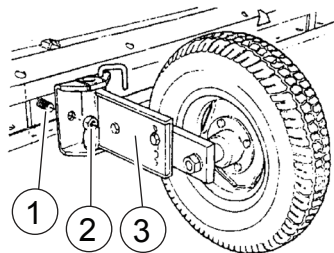

Fig.48
- Avvicinare il braccio porta ruota (3, "Fig.48") alla fiancata. Utilizzare i fori presenti sulla struttura della macchina.
- Avvitare la piastra con viti (1, "Fig.48") ai dadi (2, "Fig.48").
- Bring the wheel holder's arm (3, "Fig.48") near to the flank. Use the holes present on the structure of the machine.
- Screw the plate with screws (1, "Fig.48") to nuts (2, "Fig.48").
- Approcher le bras porte roue (3, "Fig.48") au côté. Utiliser les trous présents sur la structure de la machine.
- Visser la plaque avec vis (1, "Fig.48") aux dés (2, "Fig.48").
- Bringen Sie den Arm Rad (3, "Fig.48") zur Seite. Verwenden Sie die vorliegenden Löcher auf der Struktur der Maschine.
- Schrauben Sie die Platte mit den Schrauben (1, "Fig.48") mit Muttern (2, "Fig.48").
- Llevar la rueda brazo (3, "Fig.48") para el lado. Utilizar los agujeros presentes en la estructura de la máquina.
- Atornillar la placa con tornillos (1, "Fig.48") y tuercas (2, "Fig.48").